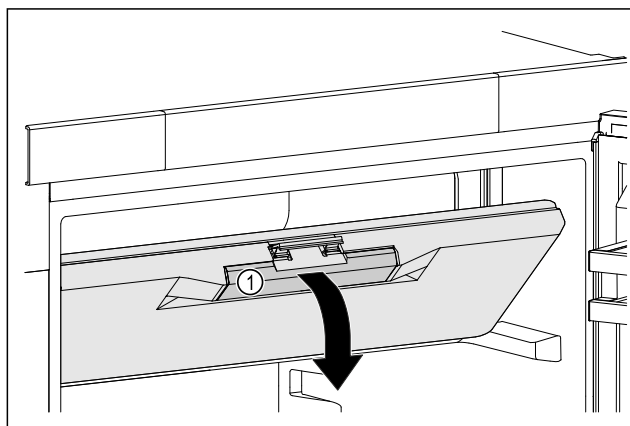

Fig. 51
- Primite vrata zamrzovalnega predala za vgrajen ročaj Fig. 51 (1).